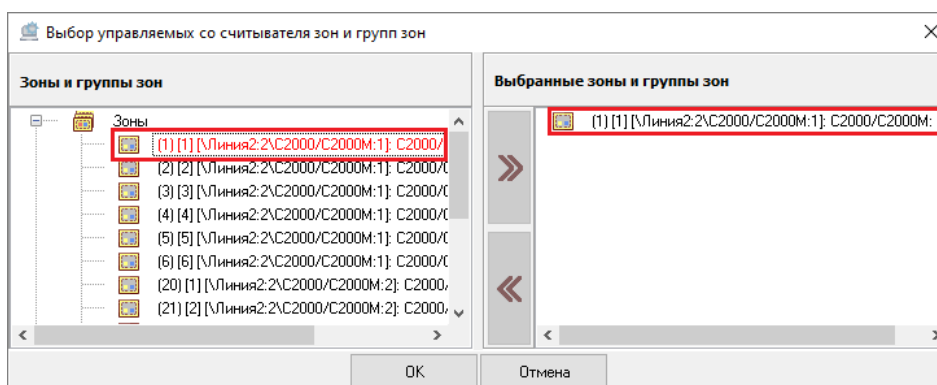

Рисунок 6-403 Выбранная в качестве управляемой со считывателя зона
При этом для зон/групп зон, выбранных в качестве определяющих состояние выхода, применяется маркировка **красным шрифтом** (см. Рисунок 6-403).
- дважды кликните левой клавишей мыши по зоне/группе зон в поле «Зоны и группы зон». Зона/группа зон будет добавлена в поле «Выбранные зоны и группы зон» (см. Рисунок 6-403);